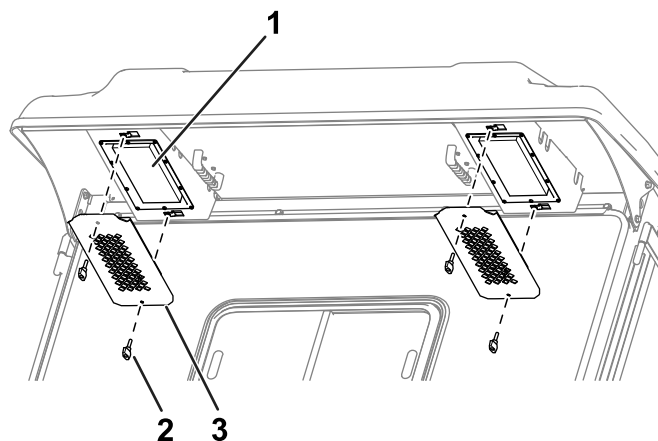

Figura 116
1. Togliete manopole e grate dalla sporgenza posteriore della cabina (Figura 116).
4. Utilizzate le manopole e le grate per montare i filtri sulla cabina (Figura 116).